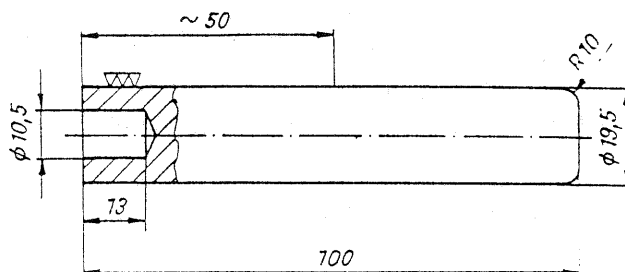

Fig. 46. Boulon pour l'enfoncement du joint torique à lèvres intérieures et du circlip
- (Z) Pièce à deux pans
Il est indiqué de composer le ressort (6), le piston de frein (8) et le joint torique (9) conformément à la disposition de montage, de les enfoncer dans le maître-cylindre avec un boulon selon la fig. 46 et de faire glisser le circlip (10) jusqu'à son encliquetage dans la rainure en se servant du boulon.